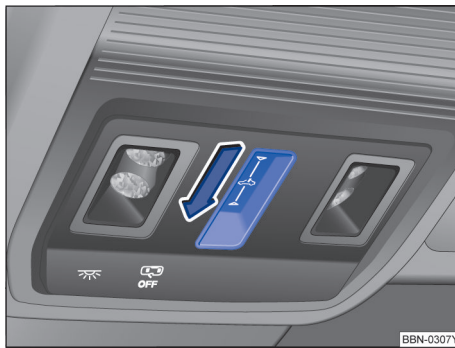

图 67 在顶篷中：关闭天窗
- 手指在功能按键  凹槽内沿箭头方向快速向前滑动一下→图 67。
- 自动运行：手指在功能按键  凹槽内沿箭头方向快速向前滑动一下→图 67。
- 触发防夹功能后 5 秒钟内按压  按钮向前滑动并保持，直至→图 67 天窗完全关闭。